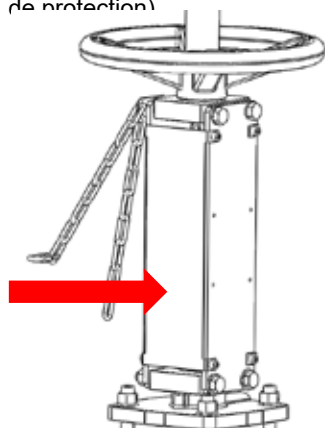

Fig.22
- 2 – Déposer le capot de protection se situant du côté de l'accroche de la chaîne. (Voir Fig.22)
- 2 - Disassemble the safety protection being situated near the chain fixation. (See Fig. 22)